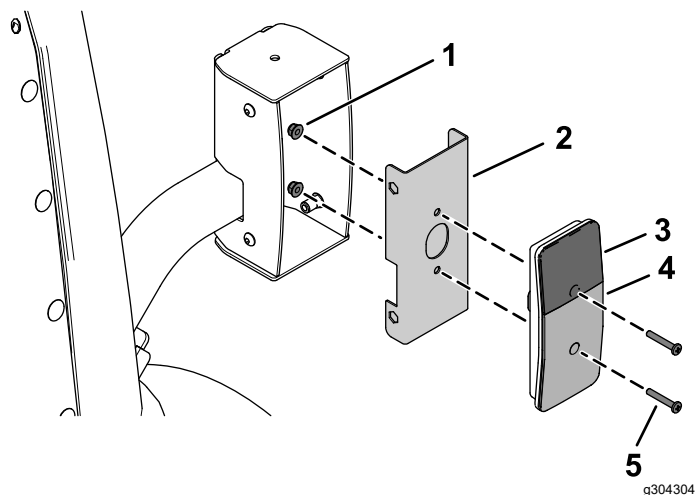
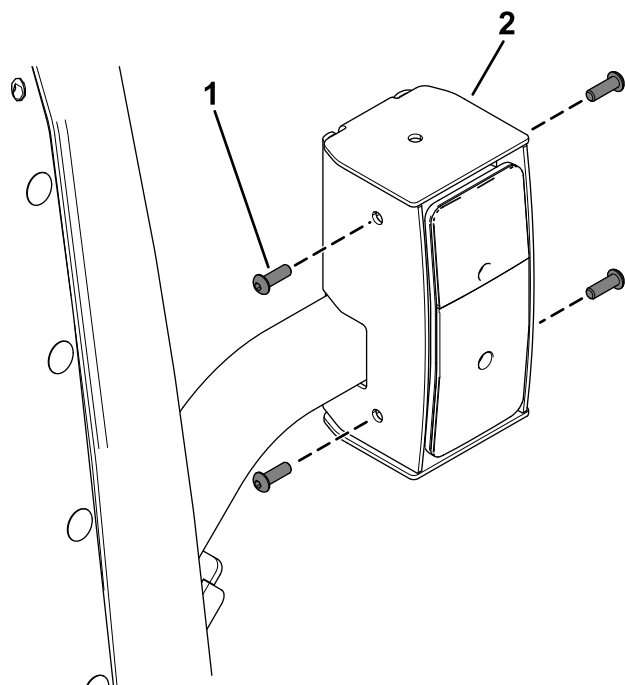

Bild 36
Bild 37
5. Befestigen Sie die Rücklichter mit vier Flachkopfschrauben (Nr. 10 x 1¼") und vier Bundmuttern (Nr. 10) an den inneren Montagehalterungen, wie in Bild 36 dargestellt.
8. Befestigen Sie die montierten Rücklichter mit acht Halbrundschräuben (¼" x ¾") an den Rücklichtgehäusen, wie in Bild 37 dargestellt.
Achten Sie darauf, dass Sie die Rücklichter mit der gelben Linse oben montieren (Bild 36 und Bild 37).